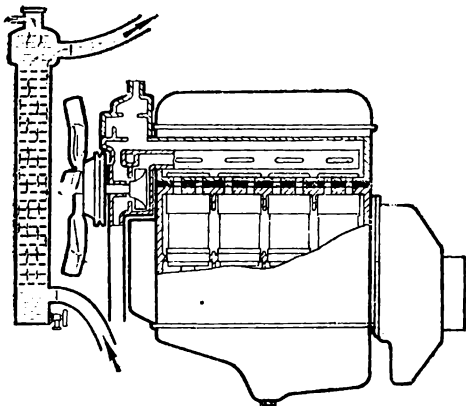

Рис. 48. Промывка радиатора
3. Промойте радиатор струей горячей воды в направлении, обратном циркуляции воды в двигателе, в течение 30 ... 40 мин под напором $0,5 \text{ кгс/см}^2$ (рис. 48).